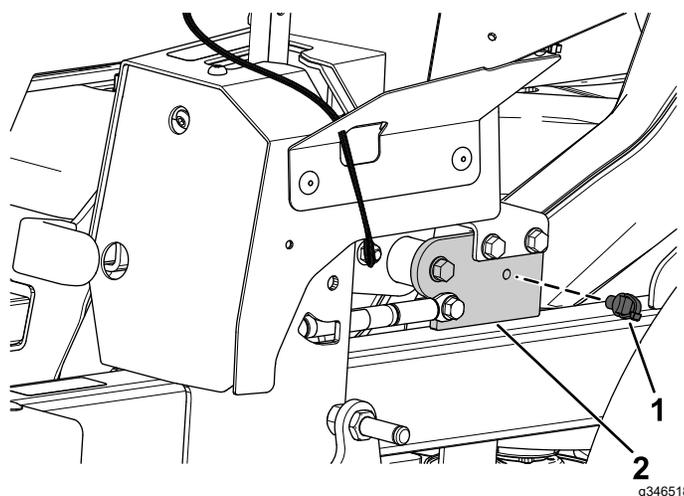

Figura 12
1. Instale la grapa delantera en el soporte de la palanca del freno de estacionamiento (Figura 12).